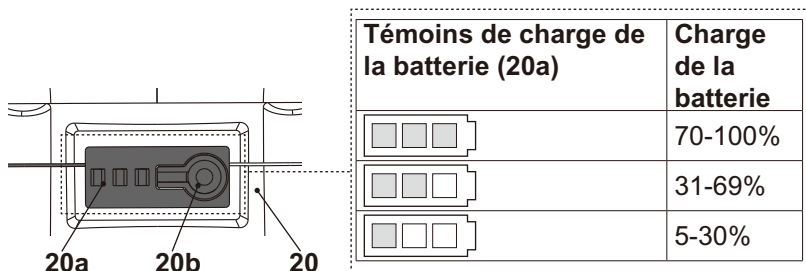

Fig. 12
La batterie (20) est équipée de témoins de charge (20a) qui permettent de donner une indication relative à la charge restante de la batterie. Appuyez sur le bouton de capacité de la batterie (20b) pour vérifier la charge de celle-ci (Fig. 12). Les LEDs resteront allumées pendant environ 2 secondes.